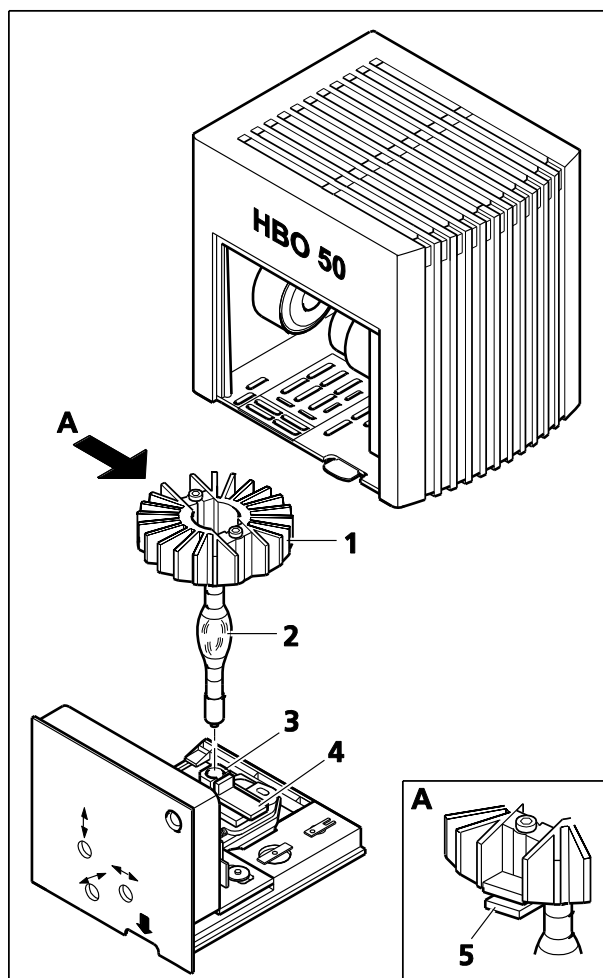

Figure 3-22 Remplacement du dispositif d'allumage
- Appuyer sur le levier à ressort (Figure 3-22/5) au niveau du dissipateur thermique, tirer ce dernier (Figure 3-22/1) vers le haut puis le retirer de la lampe complémentaire insérée ou du dispositif d'allumage usagé (Figure 3-22/2), puis le déposer avec précaution.
- Appuyer sur le levier à ressort (Figure 3-22/4) et retirer la lampe complémentaire ou le dispositif d'allumage (Figure 3-22/2) vers le haut de la douille de la lampe (Figure 3-22/3). Relâcher le levier à ressort.
- Appuyer de nouveau sur le levier à ressort (Figure 3-22/4) et insérer le dispositif d'allumage dans la douille de la lampe (Figure 3-22/3). Veiller à ne pas toucher l'ampoule du dispositif d'allumage pendant cette opération. Relâcher le levier à ressort.
- Appuyer sur le levier à ressort (Figure 3-22/5) au niveau du dissipateur thermique, et placer ce dernier (Figure 3-22/1) sur le dispositif d'allumage.
- Vérifier le bon ajustement et relâcher le levier à ressort (Figure 3-22/5).